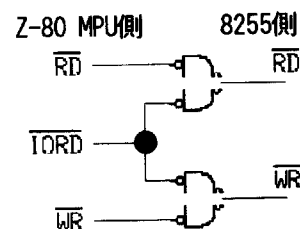

図 17 Z-80 MPU の場合の
- ・ Z-80 と接続するときは、IN/OUT命令を実行するときに出力される \overline{TORD} (I/Oリクエスト)信号と組み合わせで作られた信号を加える(図 17)。一般には、MPUからの \overline{RD} 信号を加える。
- ・ Z-80 と接続するときは、 \overline{TORD} 信号と組み合わせで作った信号を加える(図 17)。一般にMPUからの \overline{WR} 信号を加える。